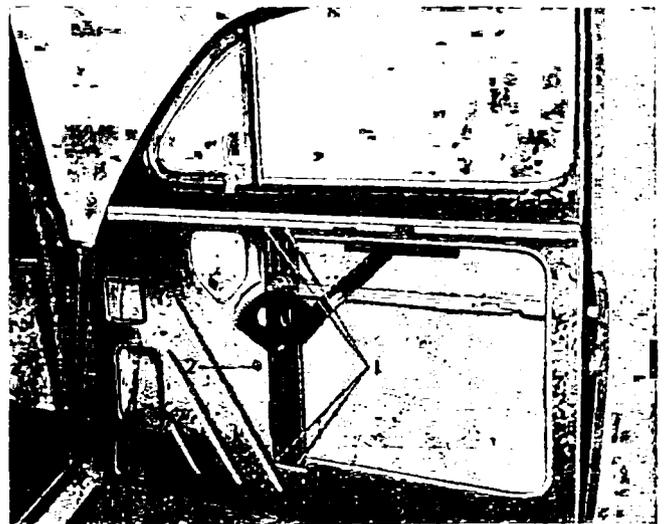

Abb. 16. Ausbau des Fensterkurbelwerkes
- c) Die Schrauben im Fensterkurbelwerk (1) lösen, das Kurbelwerk entnehmen. Das Fenster in die untere Ebene herabziehen, durch Lösen der Leiste des Lüftungsfensters durch die Schraube (2) und Herunterdrücken die Glasscheibe entnehmen (Abb. 16).